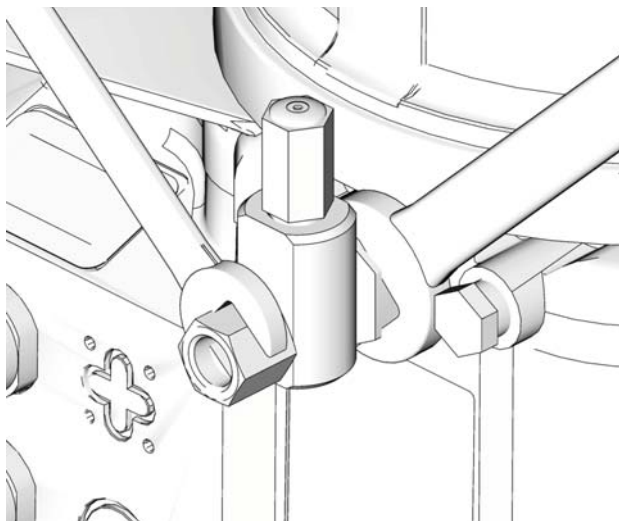

Рис. 11
- При подключении любого оборудования к патрону насоса и другим вспомогательным штуцерам обязательно пользуйтесь двумя ключами, поворачивая их в противоположные стороны. Пример см. на Рис. 11.